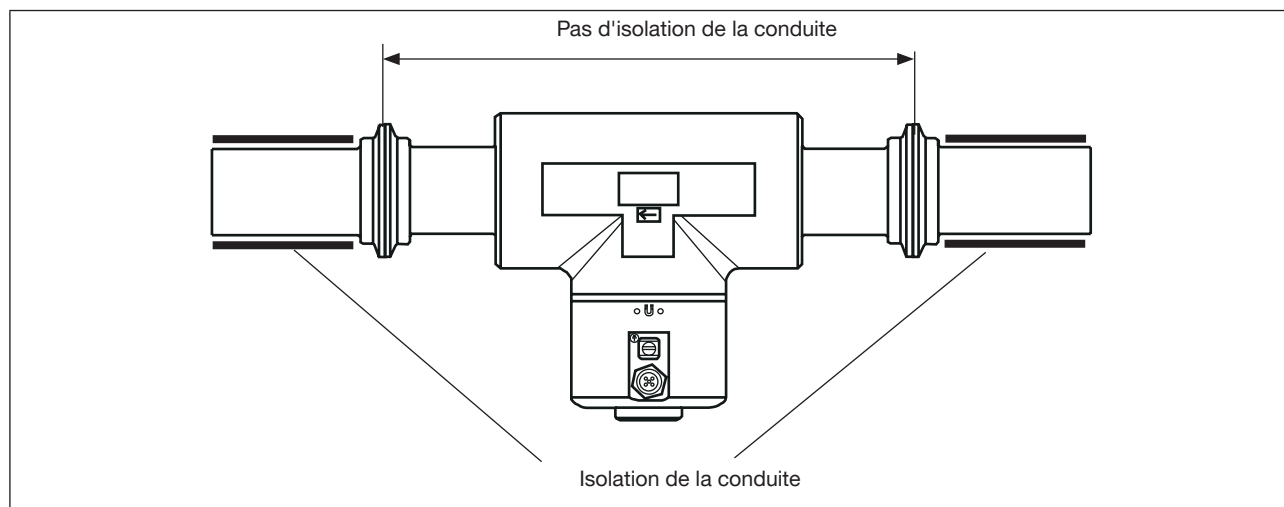

Figure 10: Isolation thermique de la conduite
- Si la conduite est équipée d'une isolation thermique, ne pas isoler thermiquement le tube de mesure de l'appareil pour s'assurer que la température dans l'appareil reste inférieure à 70°. Se reporter à Figure 10 et, pour la tension d'alimentation minimale, au chapitre 8.3.